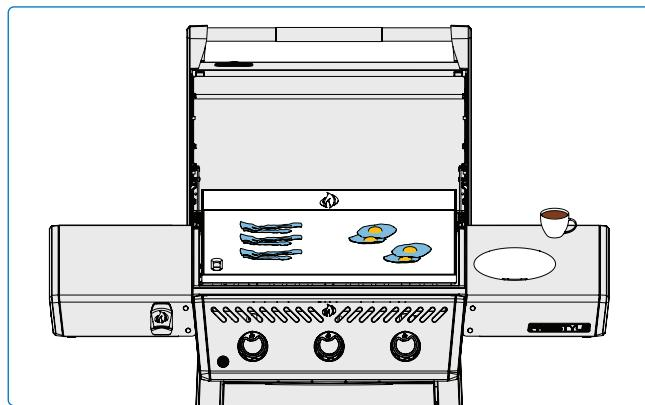

Fig. 8
- Impostate i vari bruciatori su livelli di calore diversi per creare zone di temperatura specifiche. Monitorare la temperatura della superficie della piastra con un termometro a infrarossi per assicurarsi che ogni zona sia al livello di calore desiderato. Utilizzare il calore diretto (posizionato direttamente sopra i bruciatori accesi) per i cibi che beneficiano di una cottura rapida, mentre il calore indiretto (posizionato lateralmente) può essere utilizzato per una cottura più lenta o per mantenere i cibi caldi. (Fig. 8)